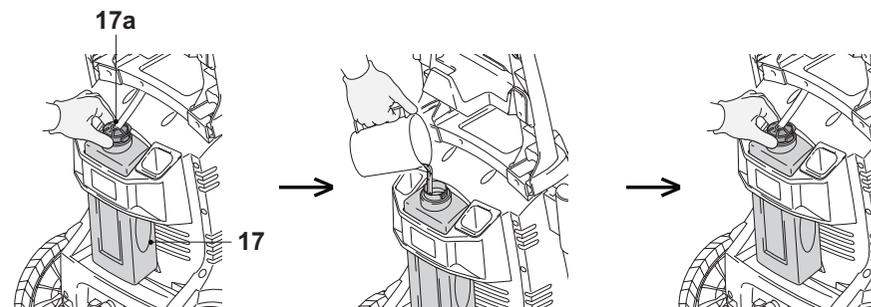

Fig. 16
1. Ôtez le bouchon (17a) du réservoir de détergent (17) situé derrière l'appareil.
2. Remplissez le réservoir (17) de détergent, puis remettez le bouchon en place.
3. Fixez la buse à détergent (20) sur le port de connexion (16a) du pistolet (16) et tournez-la dans le sens des aiguilles d'une montre pour la verrouiller (Fig. 16).